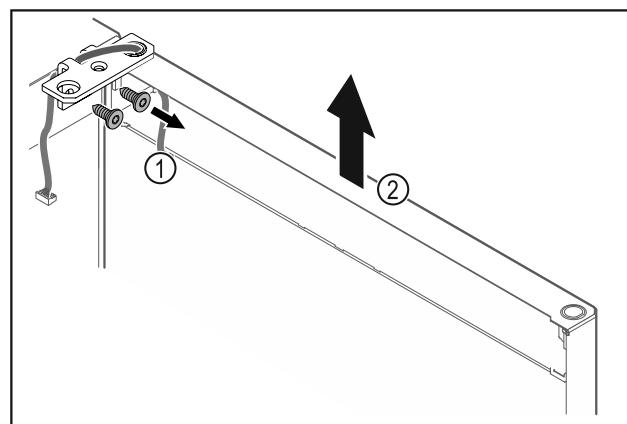

Fig. 26
- Відкрутити шарнірний кутик Fig. 26 (1).
- Дверцята з шарнірним кутиком Fig. 26 (2) приблизно на 200 мм прямо піднімати вгору і зняти.